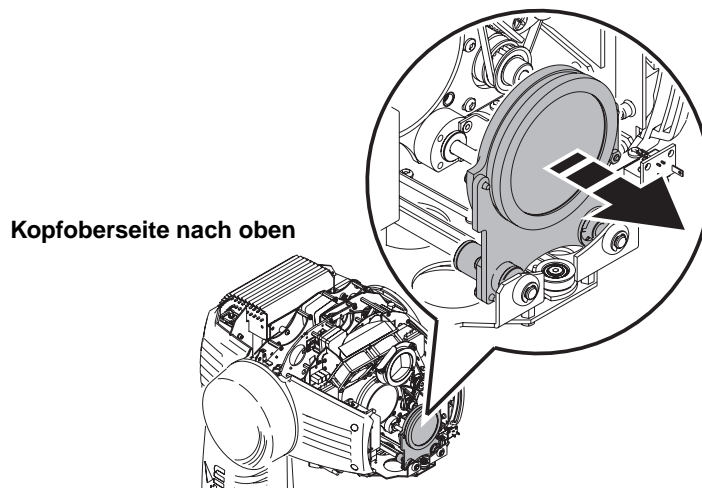

Bild 16: Verschieben des Zoom-Objektivs nach vorne
4. Verriegeln Sie den Kopf mit der Oberseite nach oben. Halten Sie das Zoom-Objektiv an seiner Basis und schieben Sie das Objektiv bis zum Anschlag ganz nach vorne (Bild 16).